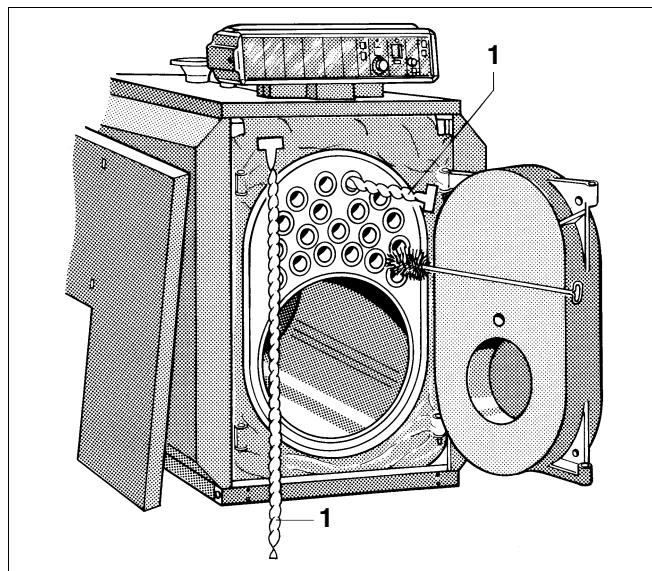

Fig. 23 Curățarea cazanului de încălzire
- Scoateți tablele spiralate din țevile de încălzire (fig. 23, **poz. 1**).
- Curățați țevile de încălzire (fig. 23).